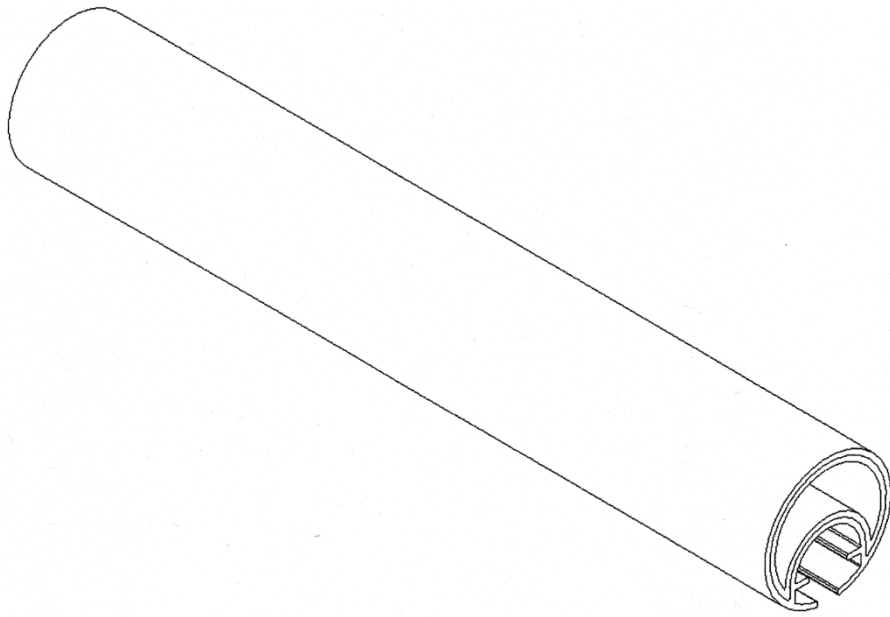

Fig. 1
- Fig. 1 – kształt profilu w widoku izometrycznym, bez kolorów na jego powierzchniach;
Powyższe cechy zostały przedstawione na fig. 1–6.